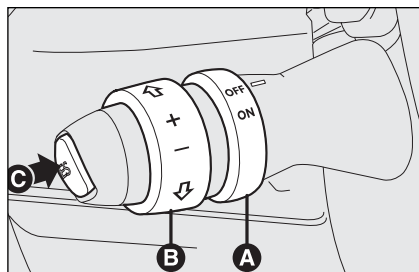

fig. 56
Tourner la bague **A-fig. 56** en position **ON**.
- ☐ tourner la bague **A-fig. 56** sur **ON** et en écrasant sur la pédale de l'accélérateur, porter la voiture à la vitesse souhaitée;
- ☐ appuyer sur le bouton **C-fig. 56**.
- ☐ en tournant momentanément la bague **B-fig. 56** sur (+).
- ☐ en maintenant la bague **B-fig. 56** tournée sur (-) jusqu'à atteindre la nouvelle vitesse qui restera automatiquement mémorisée.
Tourner la bague **A-fig. 56** sur **OFF** ou la clé de contact sur **STOP**. En outre, le dispositif est automatiquement désenclenché dans les cas suivants:
*En cas de mauvais fonctionnement ou en cas d'avarie du dispositif, tourner la bague **A-fig. 56** sur **OFF** et s'adresse au Réseau Après-vente Fiat après avoir contrôlé l'intégrité du fusible de protection.*